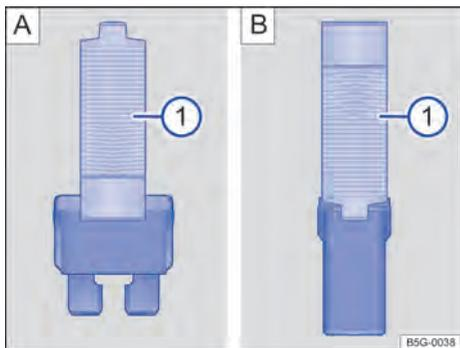

Fig. 173 Retirar ou colocar o fusível com a pinça de plástico: **A**: fusível plano, **B**: fusível de bloqueio.
- Se necessário, retirar a pinça de plástico → Fig. 173 **A** **1** da cobertura da caixa de fusíveis.
- De acordo com a versão do fusível, colocar as garras adequadas do alicate plástico → Fig. 173 **A** **1** ou → Fig. 173 **B** **1** lateralmente no fusível.